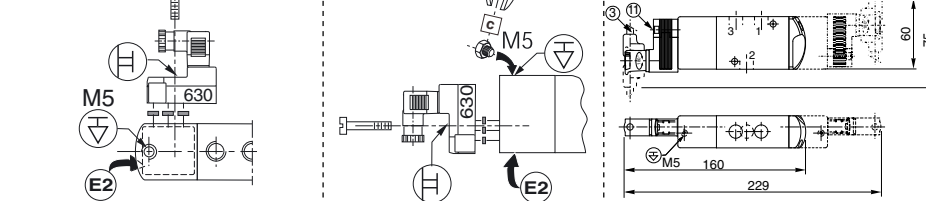

fig.2
- **Функция 5/2 или 5/3:** Впуск давления в отверстие 1. Выхлопные газы в отверстиях 2 и 4. Выхлопные газы направляются через клапан к отверстиям 3 и 5. Комплект из 2 предохранителей от выхлопных газов (рис. 2).
Выхлопные газы из камер с пружинным возвратом привода простого действия направляются через золотниковый клапан в отверстие 3. Рекомендуется использовать защиту отверстия 5 (при ее отсутствии). **Не пломбировать.** Комплект из 2 предохранителей от выхлопных газов (рис. 2).